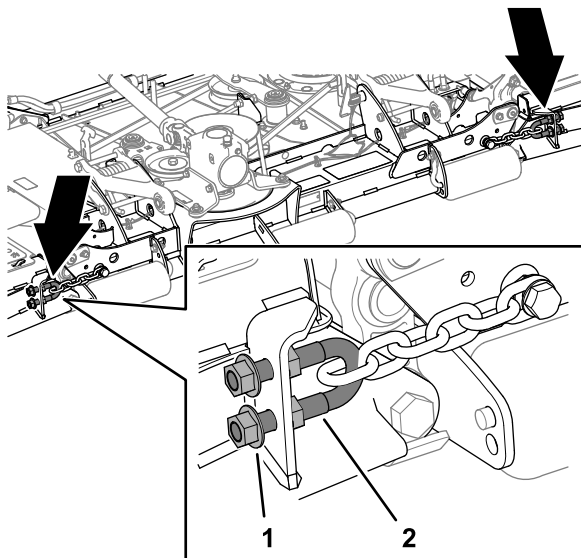

Figura 30
- Na parte frontal da plataforma, desaperte totalmente as porcas flangeadas serradas exteriores que prendem as quatro cavilhas em U (Figura 30).